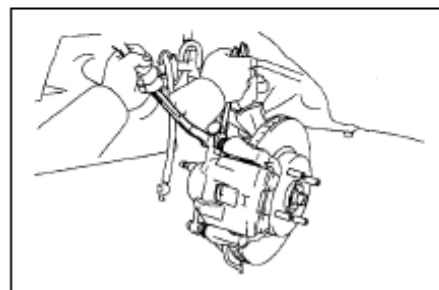

Рис. 276
(2) Удерживая плавающие болты ключом от проворачивания, открутите два болта крепления переднего суппорта.(рис. 276)